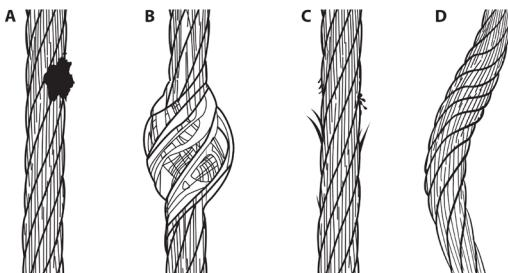

Figura 9: Inspección del cable
Inspeccione toda la longitud de la cuerda componente. Revise atentamente la cuerda de salvamento del cable en busca de alambres con hebras rotas, quemaduras por salpicaduras de soldadura, escoria de soldadura, jaulas de pájaros, torceduras y hebras dobladas. Examine también en busca de óxido, suciedad, pintura, grasa o aceite. Compruebe si hay daños causados por la corrosión química o el calor excesivo, como se evidencia con la decoloración. Consulte la Figura 9 para ver ejemplos. Si existe alguna de estas condiciones, retire el SRD del servicio.
Extraiga todo el cable y revise toda la longitud de trabajo en busca de daños causados por corrosión química o calor excesivo, como se evidencia de decoloración (A), jaulas de pájaros (B), hebras de alambre rotas (C), torceduras y hebras dobladas (D), consulte la Figura 9. El cable debe retraerse completamente sin fluctuaciones y debe permanecer tirante bajo tensión sin combarse.
Lista de verificación de inspección: Utilice la Tabla 6: Pautas para la inspección de cables SRD para inspeccionar el SRD. Consulte la Figura 9 para ver ejemplos de daños en los cables.